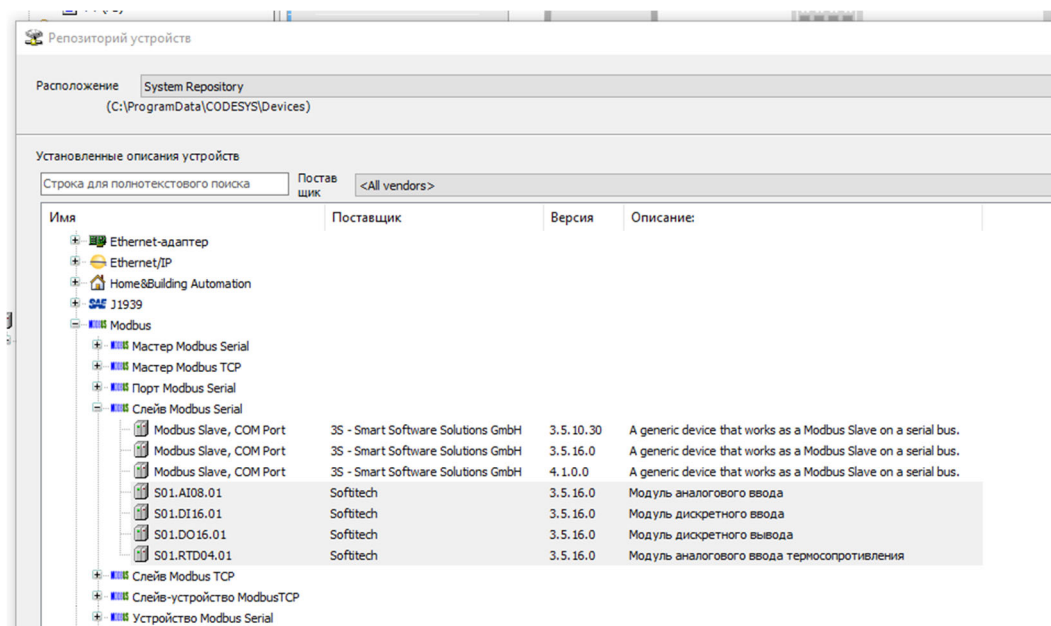

Рис.7.1.1 Выбор драйверов устройств
- выберите фильтрацию «Описание устройств (*.devdesc.xml), выделите все имеющиеся файлы и нажмите кнопку «Открыть» (Рис.7.1.1.)